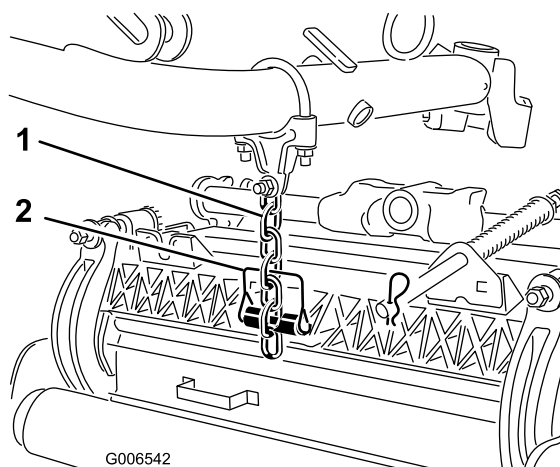

Bild 14
8. Befestigen Sie die Hubarmkette mit dem Einraststift an der Kettenhalterung der Schneideinheit (Bild 14).